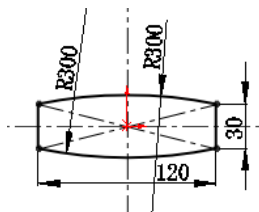

图 3.30.4 草图 1
Step4. 创建图 3.30.4 所示的草图 1。选择下拉菜单 **插入(I)**  **草图绘制** 命令，选
取前视图作为草图基准面，绘制图 3.30.4 所示的草图 1。